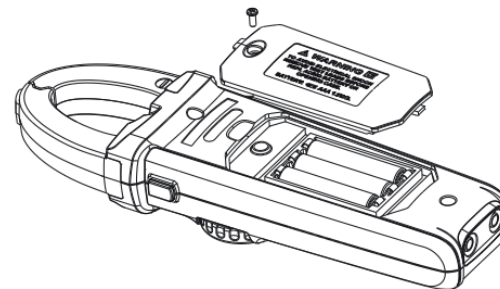

Рисунок 11
**14. Обслуживание и ремонт (рисунок 11)**